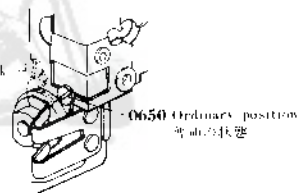

Fig. 22
- 1) Set the Release lever under 0644. See Fig. 22.
- 1) レリーズレバーが 0644 の下にくること。Fig. 22 参照。